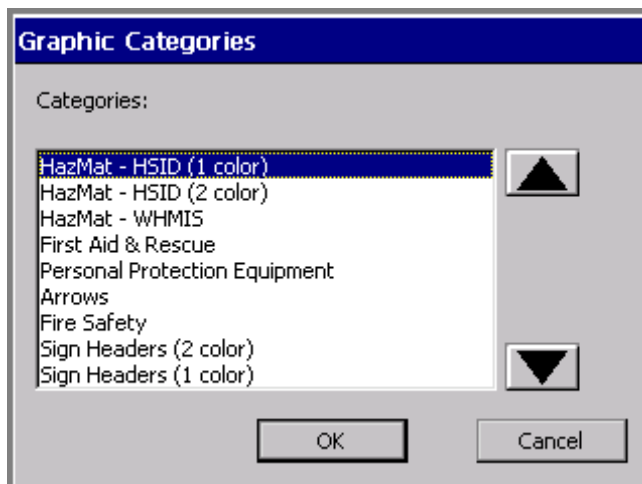

Рис. 7-12. Окно категорий графических символов
1. В окне выбора графических символов нажать кнопку **Change Category** (изменить категорию). Снова открывается окно категорий графических символов (см. рис. 7-12 на стр. 7-22) со списком всех категорий, предлагаемых системой.